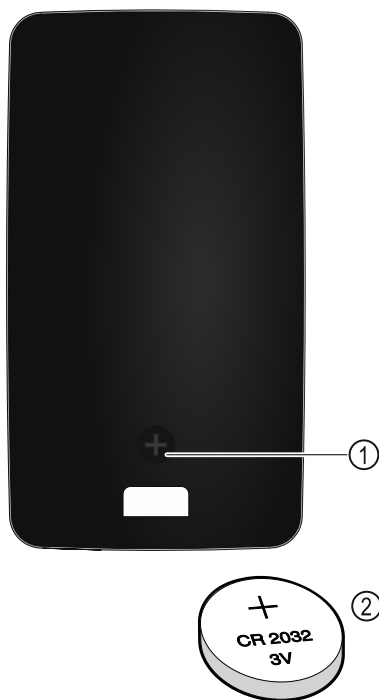

Fig. 149
Дистанционното управление се захранва от батерия тип CR 2032 с 3V Fig. 149 (2), която се предлага от специализирани търговци на дребно.
- ▶ Отвинтете винта Fig. 149 (1) на капака на дистанционното управление.